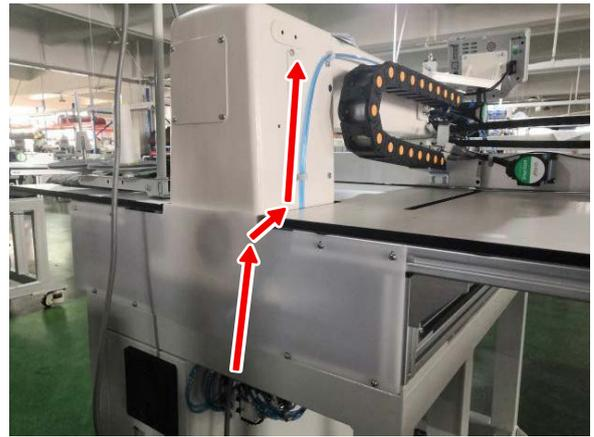
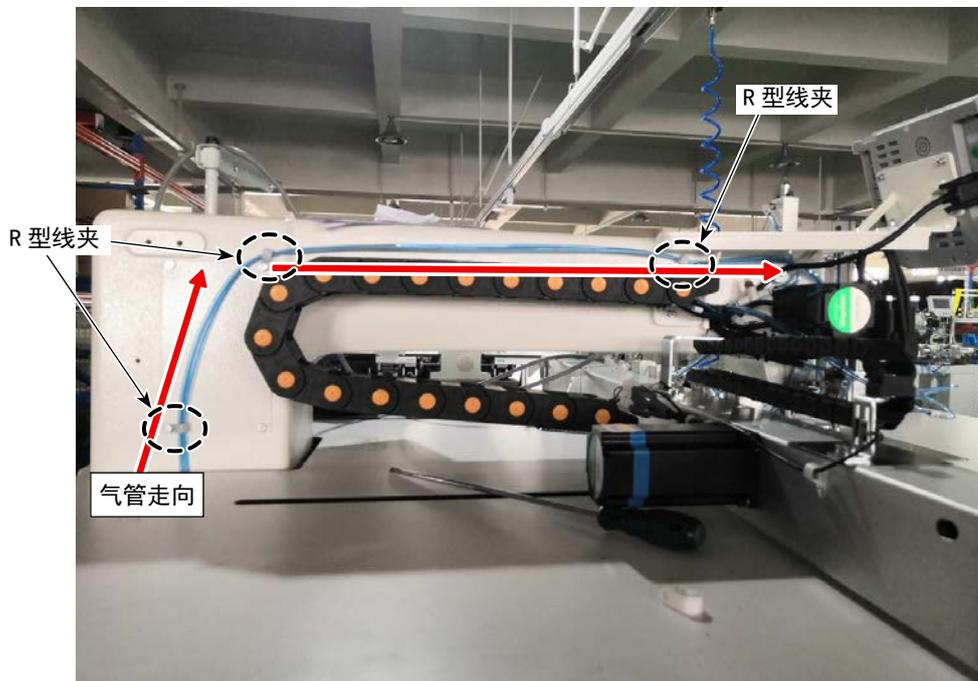

图 2
图 3
- 1) 由电磁阀上接出 $\Phi 4 \times \Phi 2.5$ 两根气管由底部进入（如图 1），进入机壳外壁（如图 2），沿图 3 路径通过 3 个 R 型线夹固定在机壳外壁，最后接入画笔气缸。